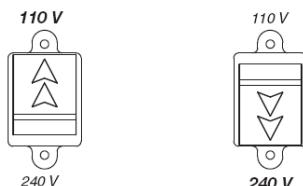

Fig. 1
**STOP** La modelele „DV”, verificați dacă săgețile de pe capac (fig. 1) ale butonului de selectare a tensiunii de alimentare sunt vis-a-vis de valoarea tensiunii dorite.